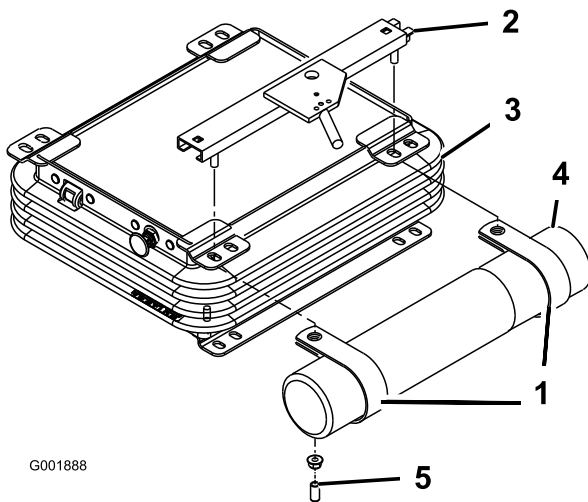

Bild 7
2. Nehmen Sie die beiden Muttern und Plastikkappen (falls vorher montiert) ab, mit denen die obere Sitzhalterung links an der Sitzfederung befestigt ist (Bild 7).
3. Befestigen Sie die R-Klemmen mit den beiden vorher abgenommenen Muttern lose an den Bolzen der Sitzhalterung (Bild 7). Die R-Klemmen müssen unter den Sitzfederungslaschen positioniert sein.